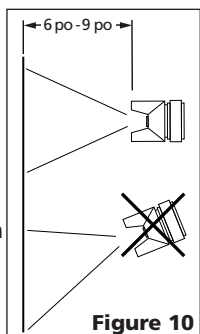

Figure 10
- Commencer à pulvériser. Toujours garder le pistolet à angles droit par rapport à l'objet de travail (Voir Figure 10).